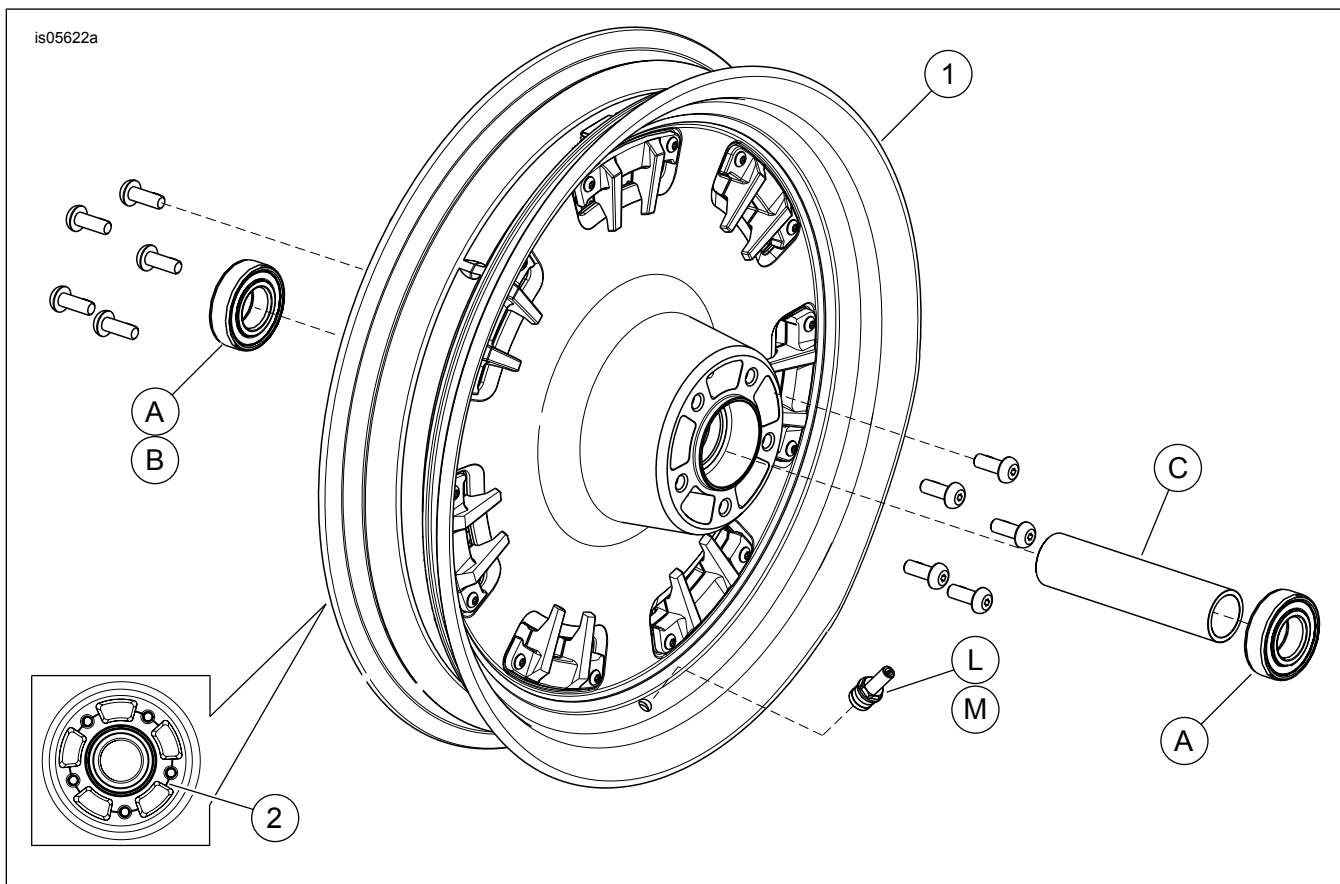

Figura 1. Parti di ricambio: Ruota anteriore Fang
2. Vedere Figura 1. Installare il gruppo dello stelo della valvola (L) sulla ruota. Vedere il manuale di manutenzione.